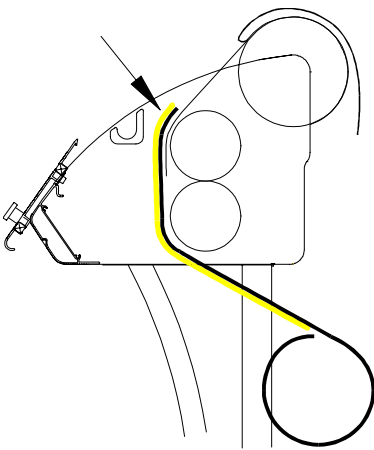

Figura 14
- Junte las bobinas inferior y superior (figura 14 ó 15)